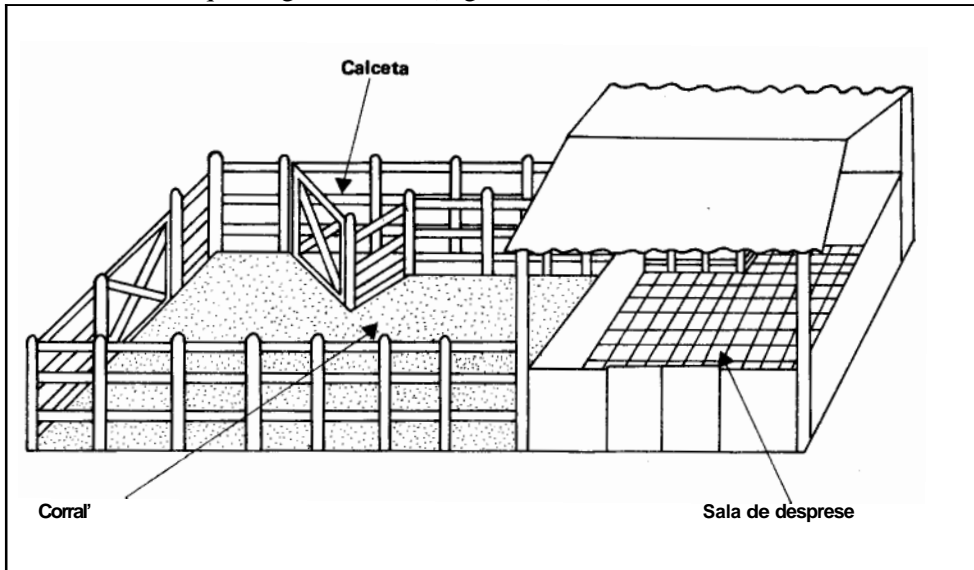

FIGURA 1. El matadero debe ofrecer facilidades para trabajar y para mantener un aseo adecuado.
5. Sala de oreo, necesaria cuando se sacrifican varias reses diarias para orear la carne sin que haga estorbo. (Figura 1).